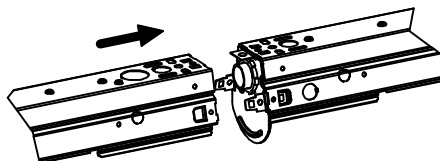

Figure 8: Row Connexion Monter
- 3) Insérez l'assemblage se joindre à la fin du luminaire. Faites glisser à côté luminaire sur l'assemblage comme le montre la Fig 8